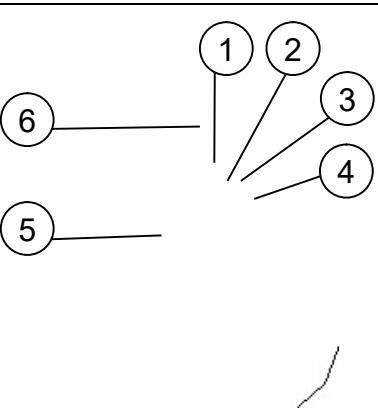

fig. 4.3.4
- Far scendere gli stabilizzatori azionando alternativamente le leve (*pos. 1-2-3-4 fig. 4.3.4*). Azionandole verso il basso si ottiene l'uscita degli stabilizzatori, azionandole verso l'alto il rientro. Fare uscire completamente gli stabilizzatori in modo da sollevare l'autoveicolo e scaricare le sospensioni.
- Osservare la bolla di livello (*pos. 5 fig. 4.3.4*) situata lateralmente ai comandi stabilizzatori e livellare correttamente l'autoveicolo, azionando opportunamente le leve degli stabilizzatori. La macchina è livellata correttamente quando la bolla d'aria, all'interno dell'indicatore, è posizionata nel settore centrale (0°).
- fare rientrare gli stabilizzatori fino a fine corsa, azionando alternativamente le leve (pos. 1-2-3-4 fig. 4.3.4)